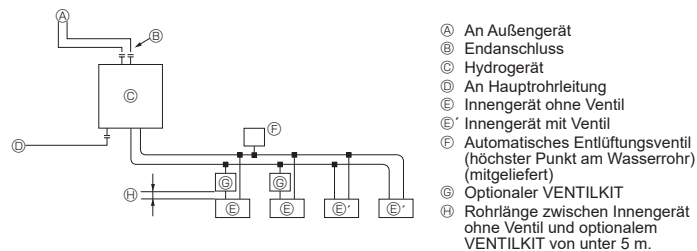

Fig. 4-7
10. Bitte schauen Sie sich [Fig. 4-7] an, wenn Sie die Wasserversorgung anschließen.